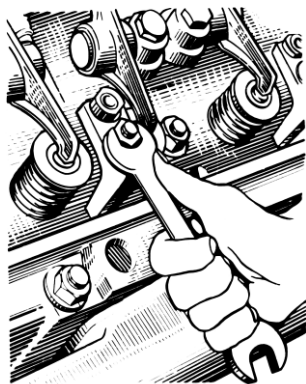
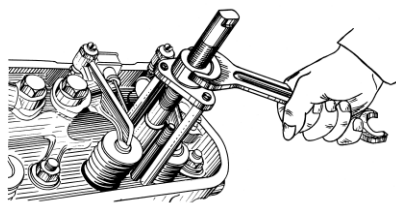

Рис. 89.Отвертывание гайки скобы крепления форсунки
Рис. 90. Снятие форсунки
4. Отвернуть гайки скоб крепления форсунок (рис. 89), снять форсунки (рис. 90), предохраняя распылитель от ударов и засорения отверстий.